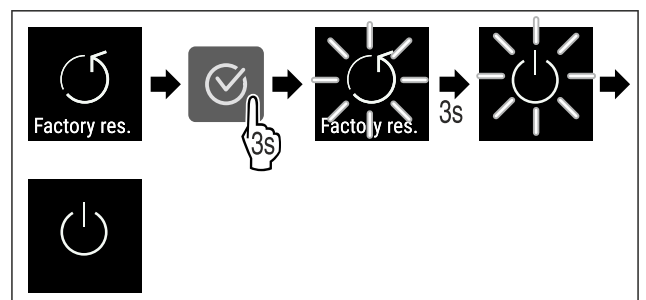

Fig. 112
- ▶ Hajtsa végre a művelet lépéseit (lásd Fig. 112) .